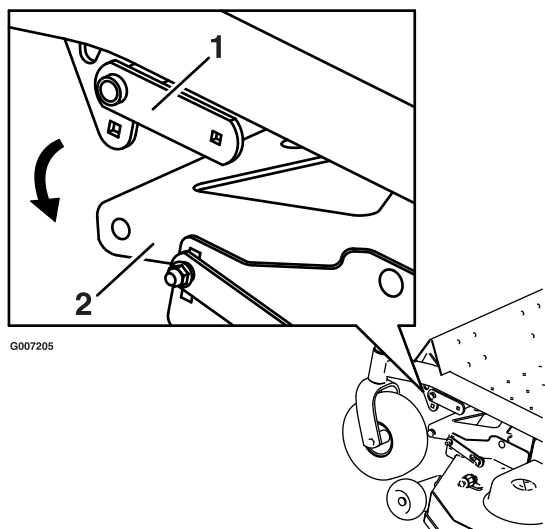

Figure 47
- Enlevez les fixations de la patte de fixation et du bras de relevage de chaque côté du tablier de coupe (Figure 47).
- Montez les fixations de la patte de fixation et du bras de relevage de chaque côté du tablier de coupe (Figure 47).